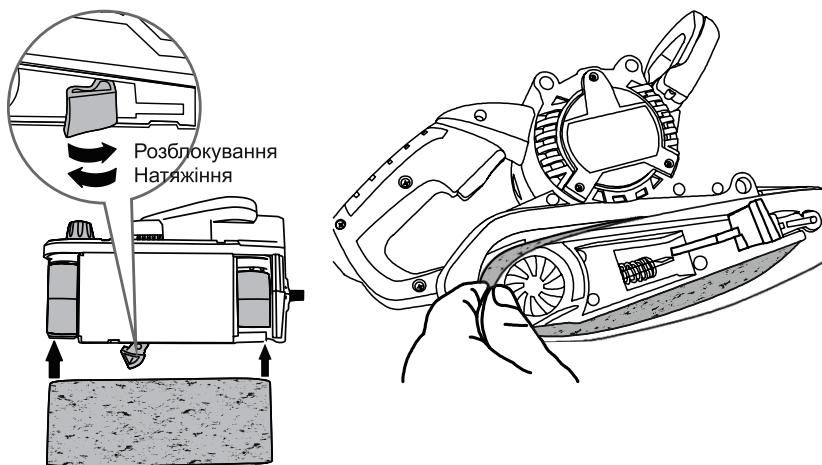

Рисунок 3. Схема встановлення/заміни абразивної стрічки.
5.1.3 Порядок встановлення та заміна абразивної стрічки (рис. 3).